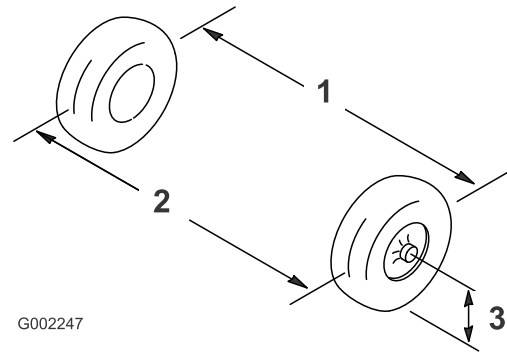

Figura 96
2. Măsurați distanța dintre anvelopele din față la înălțimea osiei în partea din față și în partea din spate a anvelopelor din față (Figura 96).